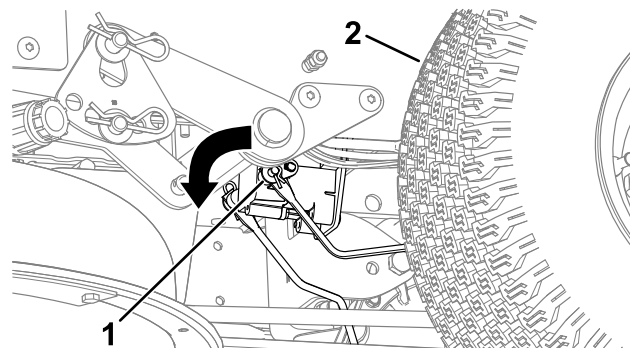

**Bild 52**
4. Finden Sie die Welle an der elektrischen Bremse, an der die Bremsgestängearme angeschlossen sind (Bild 52).
5. Kippen Sie die Welle nach vorne, um die Bremse zu lösen, wie in Bild 52 dargestellt.